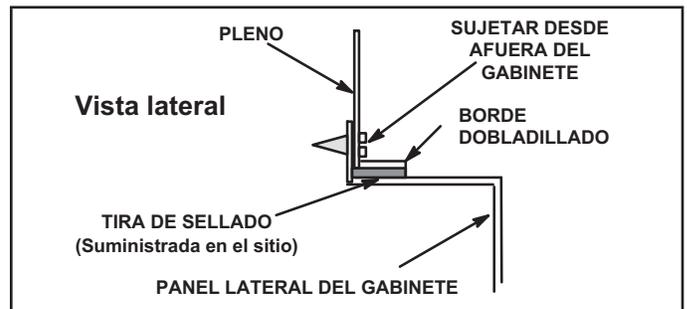

FIGURA 10
- El borde inferior del pleno debe bridarse con un borde dobladillo (ver la Figura 10).